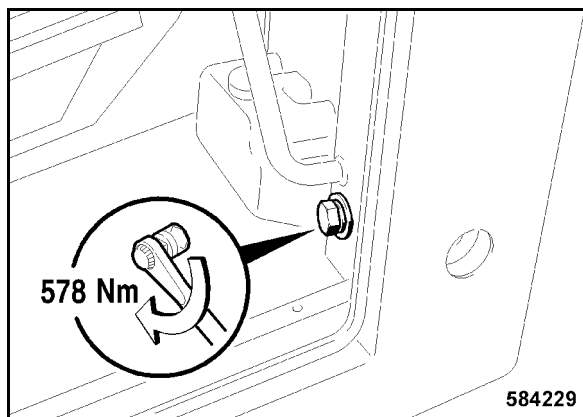

Fig. 209
- Apretar el tornillo de fijación inferior por el lado de subida (Fig. 209) con 578 Nm.